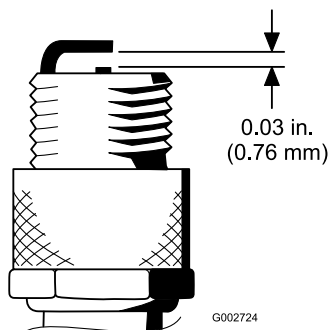

Bild 27
4. Stellen Sie den Elektrodenabstand zwischen der mittleren und der Seitenelektrode auf 0,76 mm ein (Bild 27). Setzen Sie eine Zündkerze mit korrektem Elektrodenabstand und der Dichtung ein und ziehen Sie sie mit 23 N·m an. Wenn Sie keinen Drehmomentschlüssel benutzen, ziehen Sie die Kerze fest an.